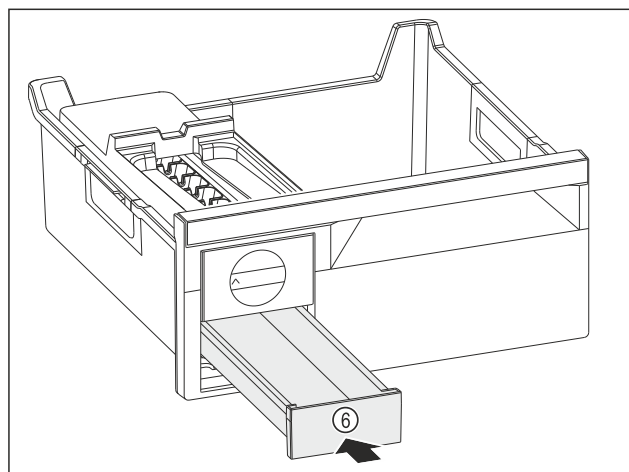

Fig. 176
- ▶ Вкарайте чекмеджето за ледени кубчета Fig. 176 (6).